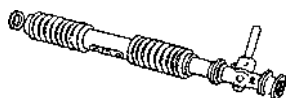

Рис. 6.10.
- снять стопорную втулку защитного чехла (рис. 6.10);